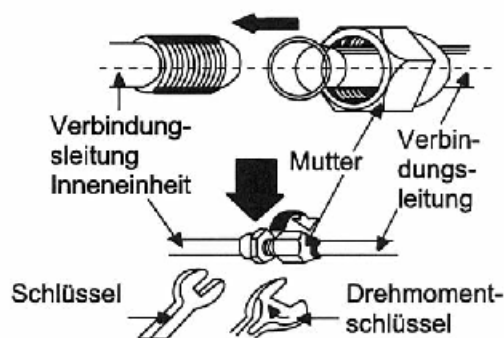

Abb. 9
3. Die Inneneinheit an den Hängebügeln der Montageplatte einhängen und überprüfen, ob das Gerät ordnungsgemäß angebracht ist (siehe Abb. 9).